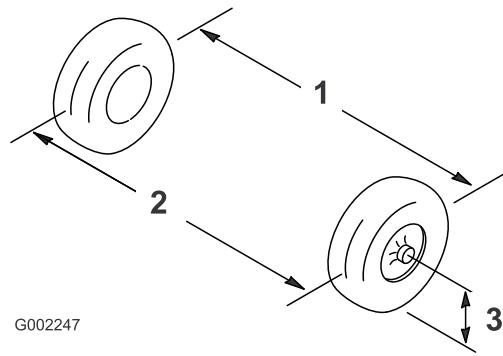

Figure 88
2. Mesurez la distance entre les roues avant à hauteur d'essieu, à l'avant et à l'arrière des roues (Figure 88).